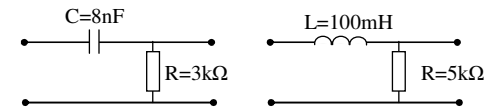

Figura 8
- Pentru circuitele din figura 8 să se calculeze modulul funcției de transfer la frecvențele  $f_i/10$ ,  $f_i/\sqrt{3}$ ,  $f_i$ ,  $\sqrt{3}f_i$ ,  $10f_i$ , unde  $f_i$  este frecvența de tăiere a circuitului, frecvența la care modulul funcției de transfer scade cu 3dB față de maximul său.